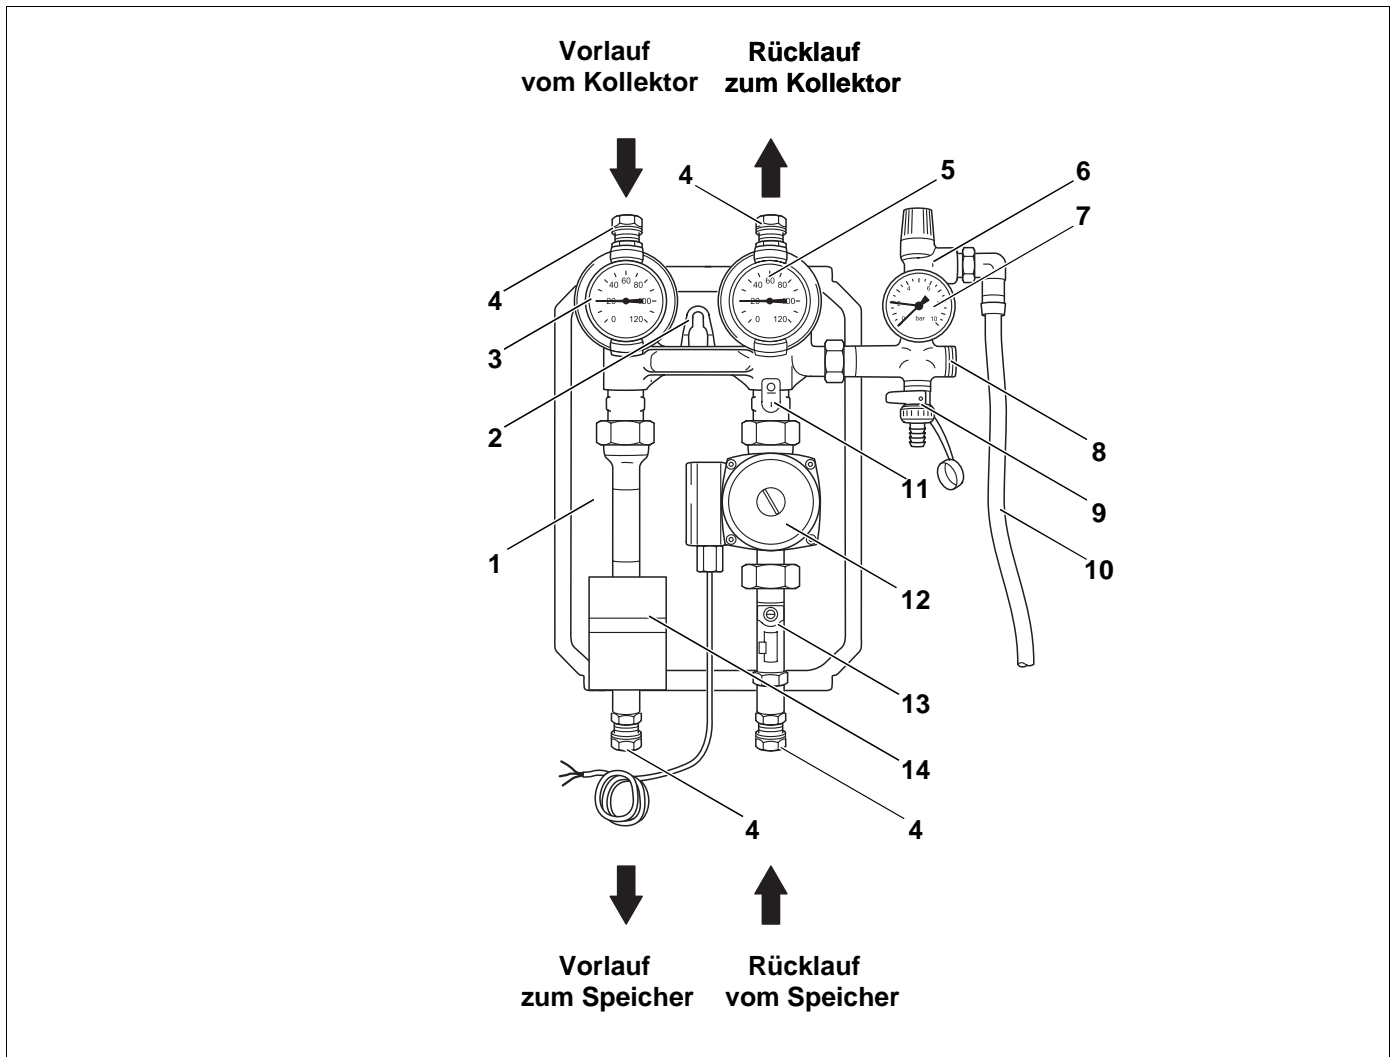

Abb. 1 Kompletstation Logasol KS 01...
- Abdeckteil abnehmen (am Vorlaufrohr unten, siehe Abb. 1, **Pos. 14**, Seite 6).